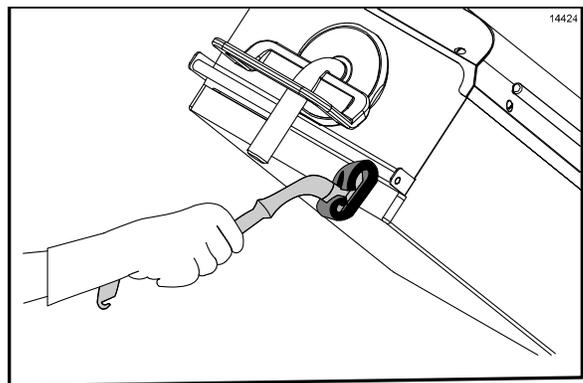

Figura 49
16. aplique solución limpiadora **McD Hi-Temp Grill Cleaner (HTGC)** al frente de las placas, comenzando la placa derecha y terminando con la izquierda. (Vea la figura 49.)